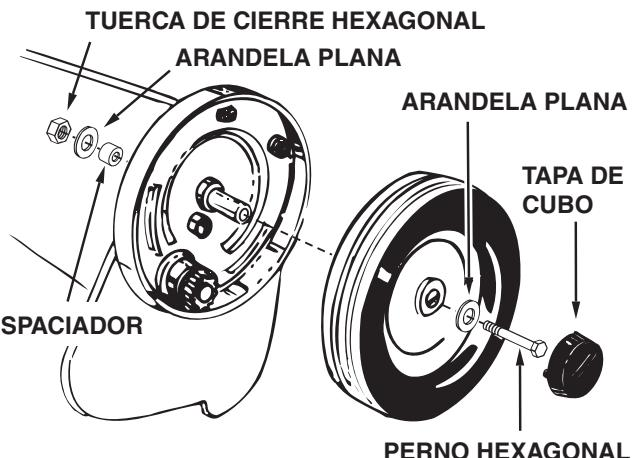

FIGURA 21
- Cada dos años, desinstale las ruedas y limpie los engranajes que se encuentran dentro de la carcasa de la rueda. Después de limpiarlos, lubrique con una capa delgada y pareja de grasa liviana. Para desinstalar la rueda, quite la tapa de cubo haciendo palanca con un destornillador y retire la tuerca de cierre, la arandela plana y el espaciador del extremo del perno ubicados dentro de la barredora. Vea la figura 21.